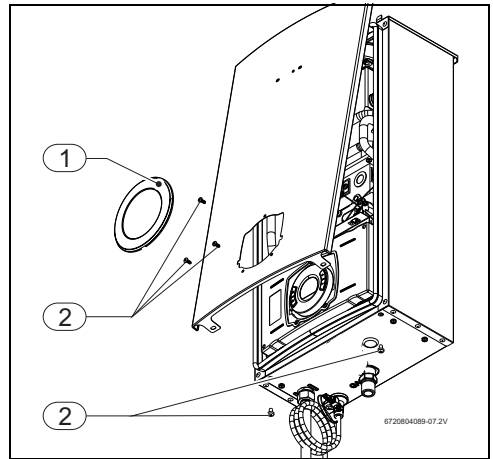

Fig. 19 Rimuovere il mantello frontale
- ▶ Rimuovere la finestrella di ispezione dell'apparecchio, per farlo è sufficiente tirarla leggermente verso di voi (Fig. 19, [1]).
- ▶ Svitare le 5 viti di fissaggio del mantello frontale (Fig. 19, [2]).